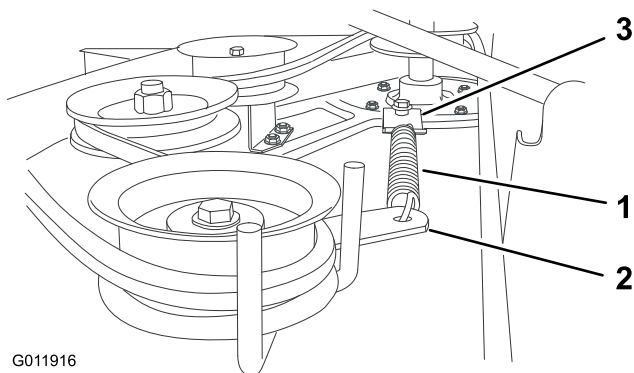

Figure 18
8. Décrochez le ressort situé sur le bras de la poulie de tension de la patte du plateau de coupe (Figure 18).